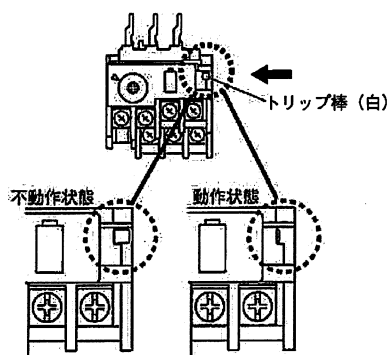

図8
#### (2) トリップ棒を矢印方向へ押すとシーケンスチェックができます。(図8)
#### (3) サーマルリレーが動作したときは、トリップ棒が隠れます。(図8)